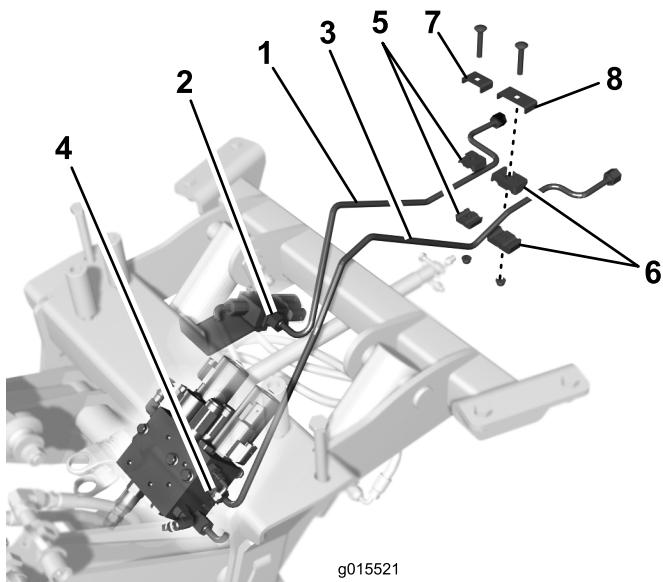

Figura 9
| 3. Ligue a extremidade traseira do tubo hidráulico mais curto ao tubo na máquina (Figura 9). |
4. Ligue a extremidade traseira do tubo hidráulico mais comprido ao tubo na máquina (Figura 9).
6. Prenda sem apertar o tubo hidráulico mais curto ao tubo adjacente, na máquina, com a braçadeira de tubo mais pequena, placa, parafuso de carroçaria e porca flangeada, como se mostra em Figura 9.
7. Prenda sem apertar o tubo hidráulico mais comprido ao tubo adjacente, na máquina, com a braçadeira de tubo maior, placa, parafuso de carroçaria e porca flangeada, como se mostra em Figura 9.